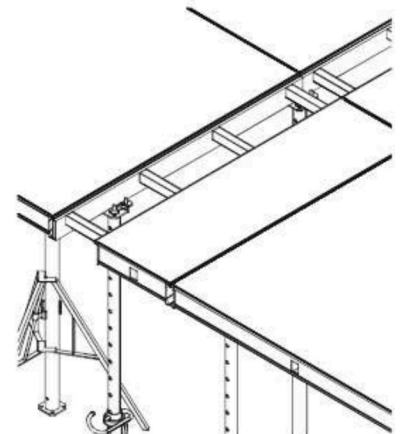

Abb. 14
6. Die Alu Deck Schalung arbeitet im 15 cm Raster. Das System beinhaltet ein Ausgleichelement, dessen Breitenmaß zwischen 55 cm und 90 cm variiert. Ausgeglichen wird mit 21 mm starkem Sperrholz. (Abb. 14)